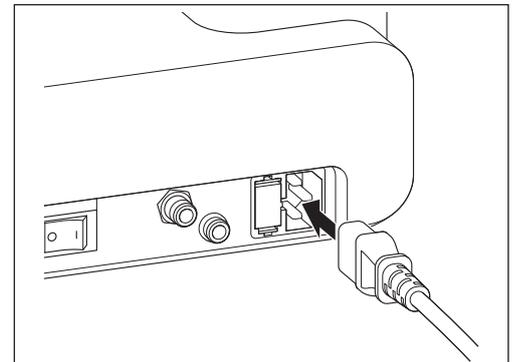

Abb. 1
- 2) Stecken Sie das Anschlusskabel in die Anschlusskabelbuchse an der Rückseite der Steuereinheit (Abb. 1).